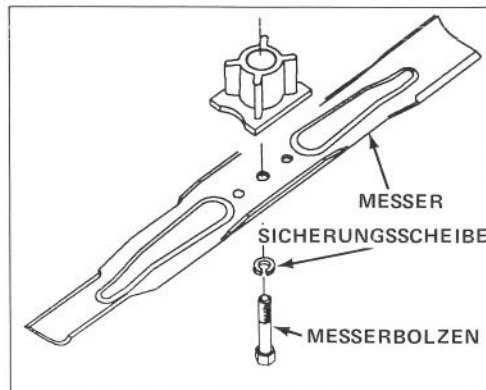

Bild 19
5. **ENTFERNEN DES MESSERS** – Endstück des Mähmessers mit einem Lappen bzw. einem dicken Handschuh anpacken. Messerbolzen, Sicherungsscheibe und Messer entfernen (Bild 19).